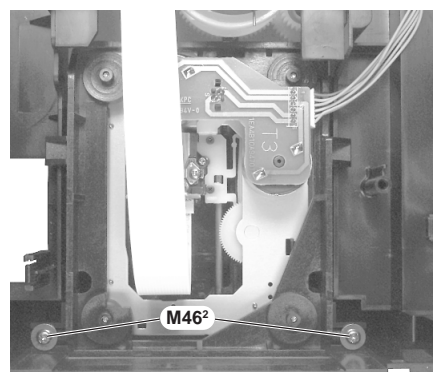

Fig. 20
- Die beiden Schrauben M46² (Fig. 20) auf der Unterseite heraus-schrauben und das CD-Laufwerk mit dem Laufwerkrahmen von unten herausnehmen.
- Undo the two screws M46² (Fig. 20) on the bottom and remove the CD drive mechanism together with the frame from the bottom.